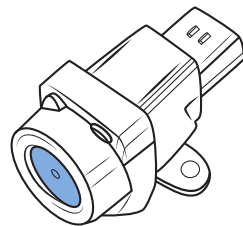

Figure 11 - Détecteur d'impact
2. Localisez le détecteur d'impact et appuyez sur le bouton (Figures 11 et 12).